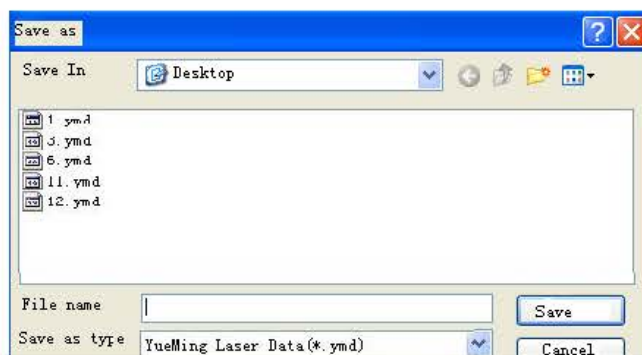

Fig. 3-48
- d) Após desenhar o gráfico de corte, clique no menu "Importar arquivo" embaixo do menu "Arquivo" para exportar o gráfico de corte como na Fig. 3-48.